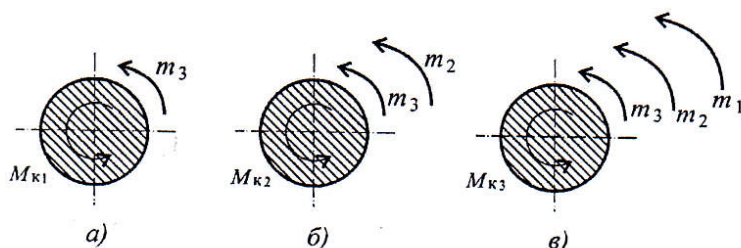

Рис. 33
1. Пользуясь методом сечений, определяем крутящие моменты на участках вала (рис. 33).
Сечение 1 (рис. 33 а):  $M_{k1} = m_3 = 400 \text{ Н·м}$ .
Сечение 2 (рис. 33 б):  $M_{k2} = m_3 + m_2 = 800 \text{ Н·м}$ .
Сечение 3 (рис. 33 в):  $M_{k3} = m_3 + m_2 + m_1 = 1000 \text{ Н·м}$ .
Максимальное значение крутящего момента на валу в этом случае  $1000 \text{ Н·м}$  (рис. 33).